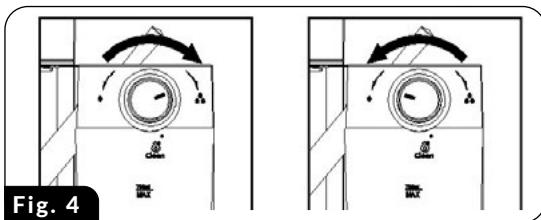

Fig. 4
**¡ATENCIÓN!** Antes de preparar el café CAPPUCCINO, ajuste la cantidad de leche montada según sus preferencias girando el botón de erogación (23) hacia la izquierda para obtener más espuma o hacia la derecha para reducir la cantidad de espuma (fig.4). También puede ajustar la intensidad de la espuma durante el proceso de formación de espuma.
**¡ATENCIÓN!** Antes de preparar el café LATTE, ajuste la cantidad de espuma de leche según sus preferencias girando el mando de erogación (23) hacia la derecha para obtener más espuma o hacia la izquierda para reducir la cantidad de espuma (fig.4). También puede ajustar la intensidad de la espuma durante el proceso de formación de espuma.
1. Instale el filtro seleccionado (13) en el portafiltro (10), llénelo de café e instale el portafiltro en la cafetera espresso.
2. Asegúrese de que haya suficiente agua en el depósito de agua (15) y la cantidad correcta de leche en el depósito de leche (19).